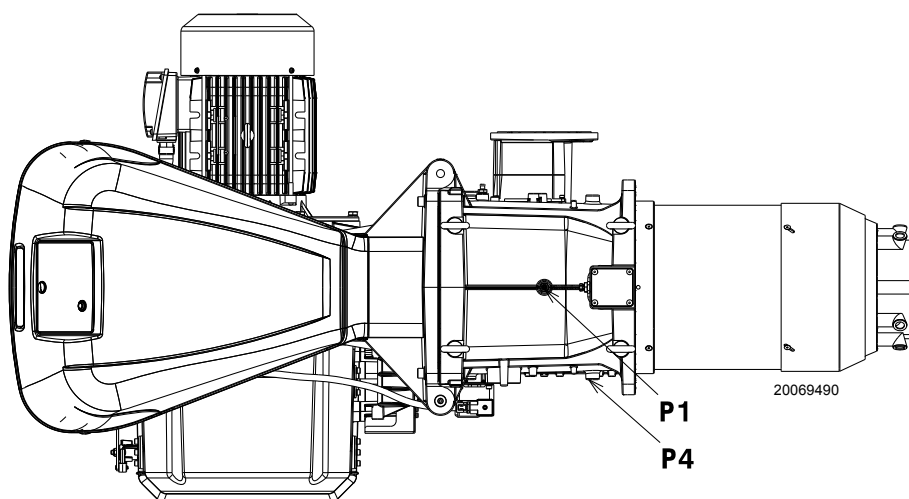

Fig. 24
Pressione del gas misurata alla presa P1)(Fig. 24), con:
- sottrarre dalla pressione del gas alla presa P1)(Fig. 24) la pressione in camera di combustione.
Pressione del gas alla presa P1)(Fig. 24) = 58,1 mbar
Per conoscere invece la pressione del gas necessaria alla presa P1)(Fig. 24), fissata la potenza MAX alla quale si desidera funzioni il bruciatore:
- Leggere sulla destra, colonna 1, la pressione alla presa P1)(Fig. 24).
pressione necessaria alla presa P1)(Fig. 24).